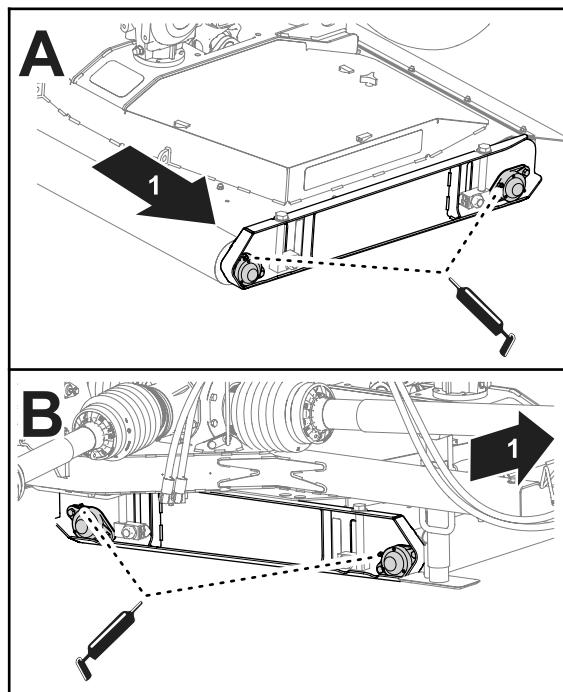

Figura 56
2. Ingrassate i cuscinetti dei rulli del piatto di taglio sul lato destro del piatto (Figura 56).
1. Applicate il grasso specificato ai cuscinetti dei rulli del piatto di taglio sul lato sinistro del piatto (Figura 56).